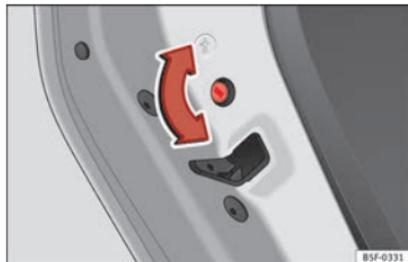

Abb. 95 Kindersicherung in der linken Tür
Türen im Uhrzeigersinn » Abb. 95 und bei den rechten Türen gegen den Uhrzeigersinn.
- Drehen Sie bei geöffneter Tür den Schlitz mit dem Fahrzeugschlüssel bei den linken Türen gegen den Uhrzeigersinn » Abb. 95 und bei den rechten Türen im Uhrzeigersinn.